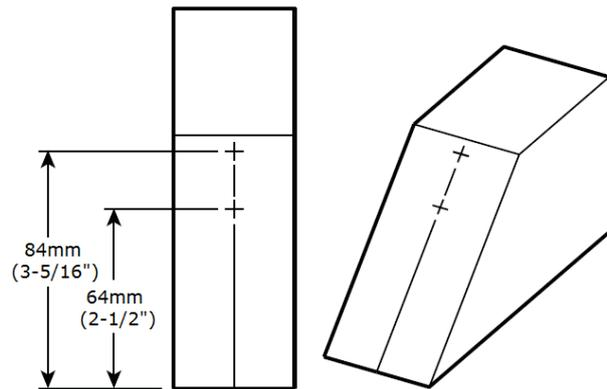

Abbildung 5: Hobelbett
- Ziehen Sie eine Linie entlang der Mitte des Hobelbettes. Machen Sie an dieser Linie Markierungen in einem Abstand von 64mm (2-1/2 inch) und 84mm (3-5/16 inch) von der Kante des Maults (s. **Abbildung 5**). Stechen Sie an diesen Stellen mit der Anreißahle vor.